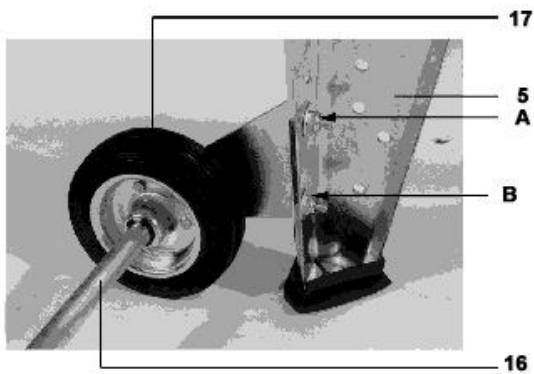

Abb. 13
- Drehen Sie die Maschine auf die Füße. Stellen Sie Teil 17 durch Teil 16 ein, so daß der Teil 17 den Boden erreichen kann. Fixieren Sie die Schrauben (siehe Abb. 13).